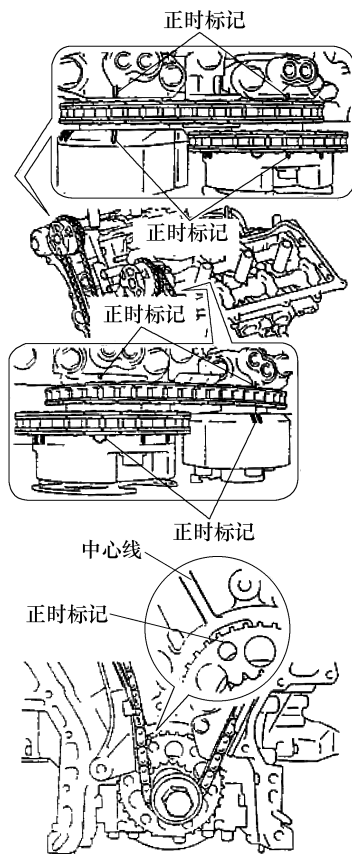

图 1-65 正时标记对准检查
④ 拆下链条张紧器的锁销。检查并确认每个正时标记在压缩行程上止点处对准了曲轴,如图 1-65 所示。
⑤ 拆下带轮固定螺栓。